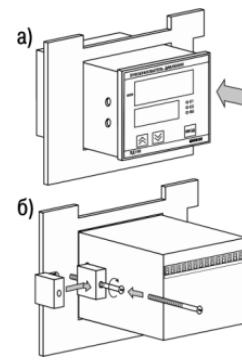

Рисунок 4 – Монтаж преобразователя
- Вставить преобразователь в специально подготовленное отверстие на лицевой панели щита (см. рисунок 3 и рисунок 4, а).
- Вставить фиксаторы из комплекта поставки в отверстия на боковых стенках преобразователя (рисунок 4, б).